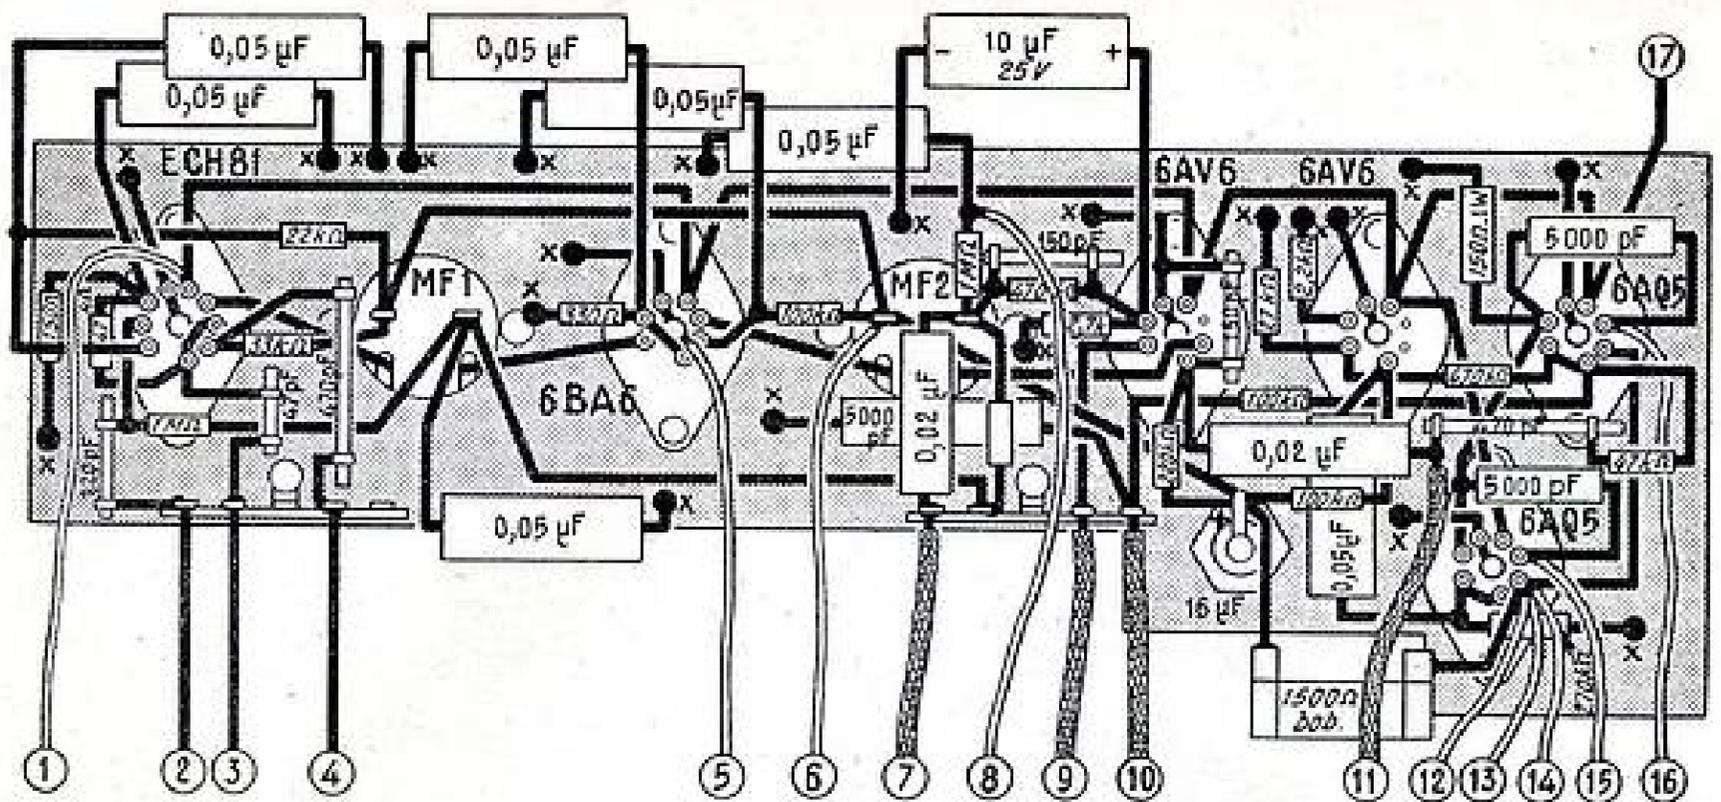

FIG. 2
**Câblage de la platine :** Le plan de câblage de la platine est celui de la figure 2. Ce câblage est facilité la platine n'ayant pas de côtés coudés. Les points de masse sont effectués directement sur la platine étamée, à l'aide d'un fer assez chaud. Respecter le câblage des sorties des transformateurs MF1 et MF2 en repérant sur la vue de dessus l'emplacement des noyaux de réglages. Les deux boîtiers des transformateurs sont cylindriques.